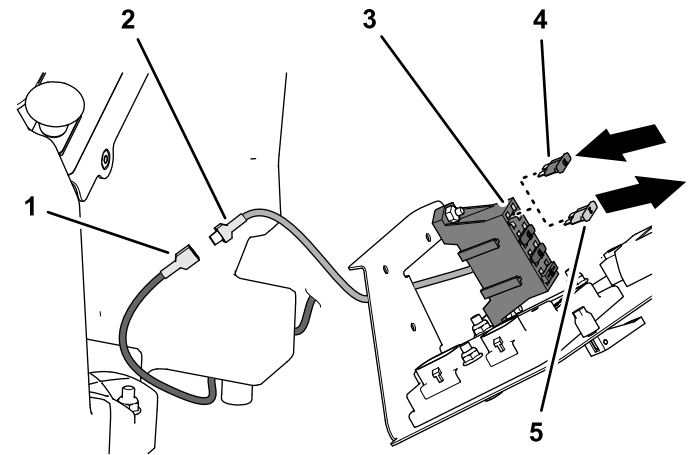

Рисунок 41
- 2. Проложите провод вспомогательного питания (с изоляцией зеленого цвета) жгута проводов (из комплекта) в отделение органов управления оператора (Рисунок 41).
- 3. На блоке предохранителей (Рисунок 41) подсоедините следующие пары проводов:
- 4. Вставьте предохранитель (10 А) в гнездо блока предохранителей (Рисунок 41).